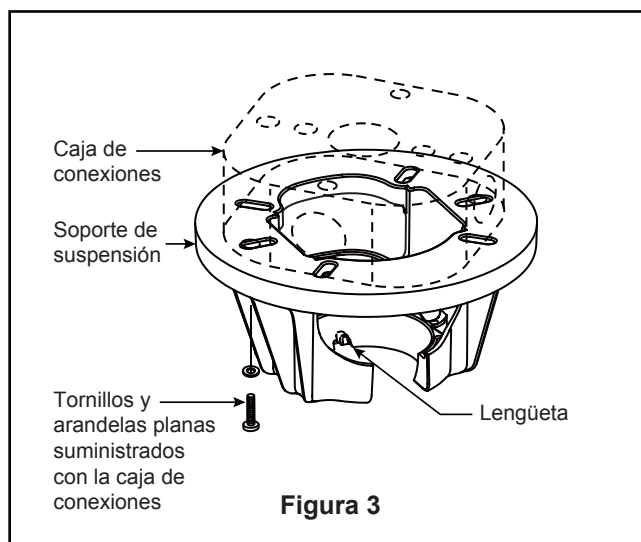

Figura 3
### Uso del soporte (Figura 3)
3. Afloje los dos tornillos de fijación del soporte del barral de soporte para techo a través de la varilla. Introduzca los cables a través de la varilla. (Figura 3)
1. Fije bien el soporte de suspensión a la caja de conexiones con los tornillos y las arandelas planas suministrados con la misma. (Figura 3)
**NOTA:** Se deben pasar los tornillos de la caja de conexiones a través de los orificios que se encuentran en el soporte de suspensión. (Figura 3)
3. Con cuidado, levante el ventilador y apoye la unidad del barral/de la semiesfera en el soporte de suspensión que acaba de fijar a la caja de conexiones. (Figura 4) Asegúrese de que la ranura en la semiesfera esté alineada con el reborde del soporte de suspensión. (Figura 3)
2. Deslice el receptor en el soporte de suspensión antes de realizar el cableado como se muestra en la figura 3.